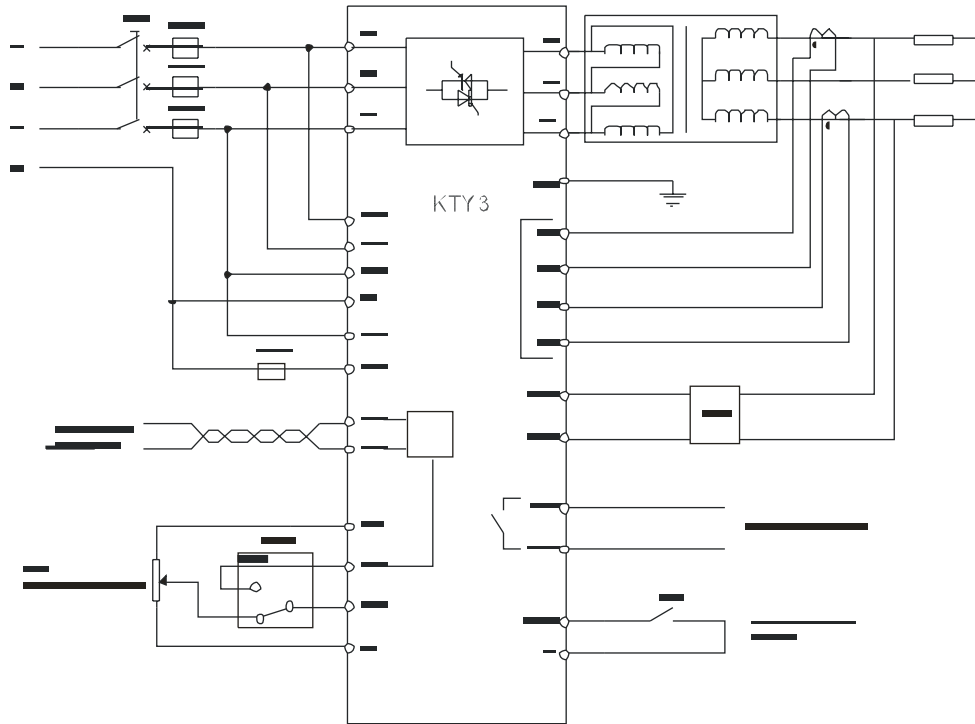

图 4-4 KTY3 应用于低电压、大电流负载的功率闭环控制
- 图 4-4 中电压、电流反馈取自变压器的二次侧，此方法可精确恒定负载功率。由于标准配置的恒功率型调压器在出厂时电压、电流反馈信号取自调压器输出端（相当于图中变压器一次侧），如要按图 4-4 的方式接线，可在订货时提出或在使用时向我们联系。